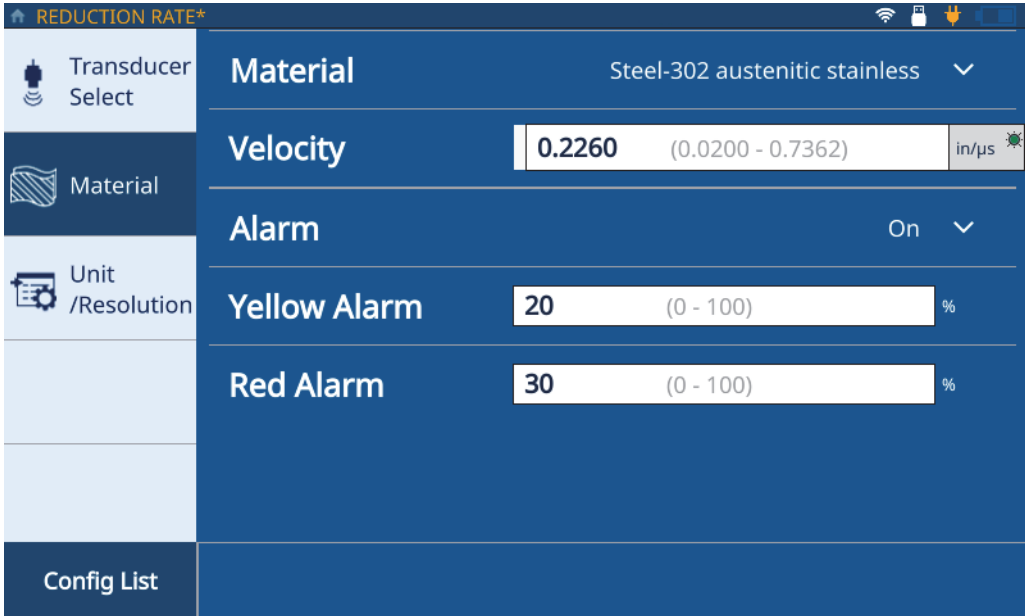

Figura 2-6 Pestaña del material con la tasa de reducción (REDUCTION RATE)
8. Pulse la pestaña **Material** (ver Figura 2-6 en la página 23) y, después, seleccione su material a partir de la lista descendente. El medidor refrescará automáticamente la velocidad en el material seleccionado.